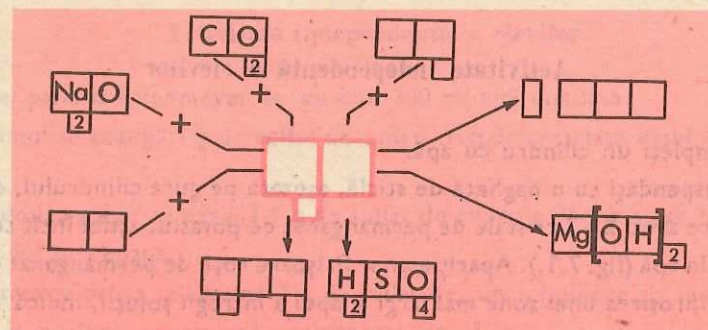

Fig. 6.11. Rebus chimic
12. Completați careurile libere cu formulele substanțelor care în reacție cu apa formează doi acizi și două baze (fig. 6.11).